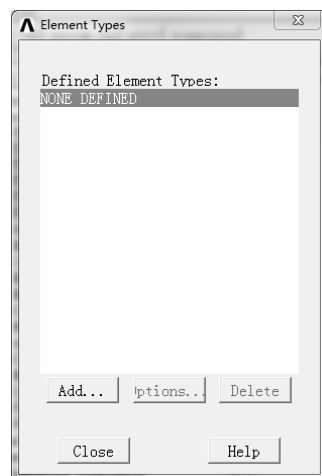

图 7-172 “Element Types”对话框
1) 选择“Main Menu>Preprocessor>Element Type>Add/Edit/Delete”命令，弹出“Element Types”对话框，如图 7-172 所示。